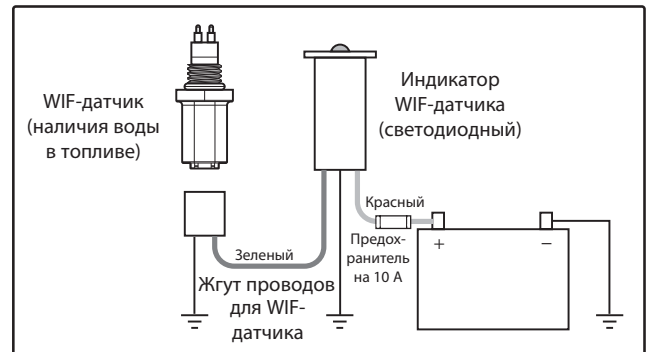

Рис. 2 – Схема электрических соединений WIF-датчика
8. Разместите источник питания на 12 или 24 В постоянного тока. Проложите красный провод от источника питания к красному проводу длиной 100 мм от светодиодного индикатора WIF-датчика. Установите линейный 10-амперный предохранитель (не входит в комплект поставки). (См. Рис. 2).